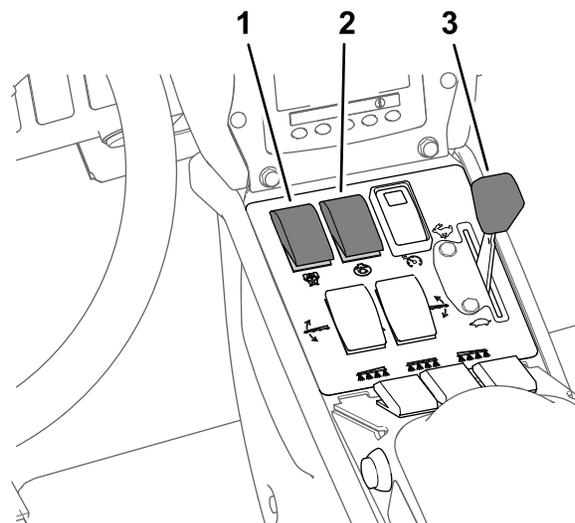

Figura 40
8. Coloque o interruptor de agitação e o interruptor da bomba do pulverizador na posição LIGAR (Figura 40).
9. Coloque a alavanca na posição RÁPIDO (Figura 40).